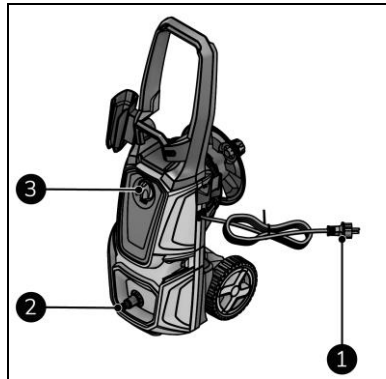

Abbildung 11
2. Stellen Sie sicher, dass sich der Schalter EIN(I)/AUS(O) (Abbildung 11, Pos. 3) in der Position AUS(O) befindet.
3. Stecken Sie den Netzstecker (Abbildung 11, Pos. 1) in eine leicht zugängliche Steckdose.
4. Schließen Sie die Wasserversorgung an das Gerät an (Abbildung 11, Pos. 2).